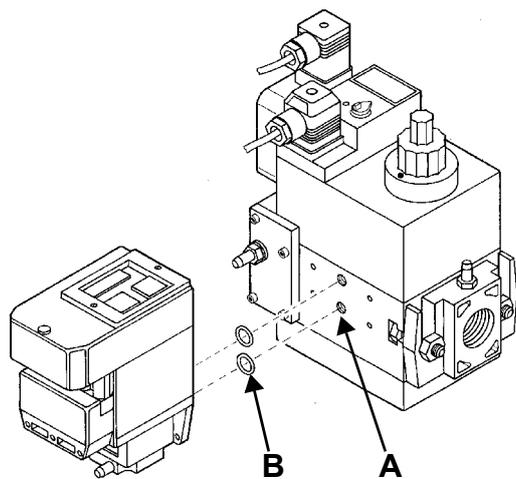
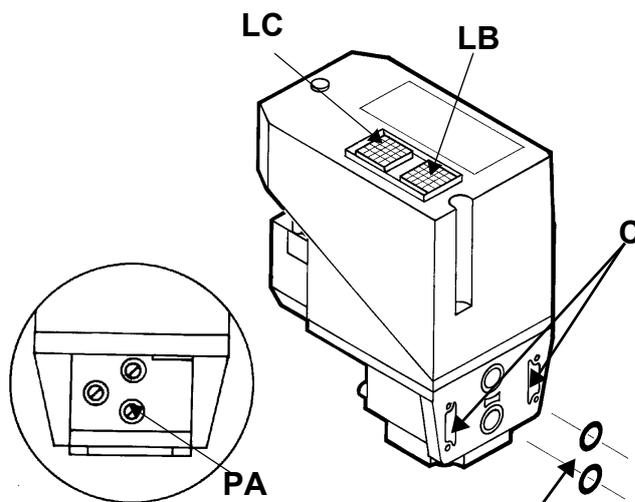

Fig. 46
Fig. 47
3 togliere le viti di chiusura del gruppo Multibloc (Fig. 46-A);
- 4 inserire gli anellini di tenuta (10,5 x 2,25) nel VPS 504 (Fig. 47-B, Fig. 46-B);
- 5 avvitare le 4 viti del controllo di tenuta (M4 x 16) Fig. 46-C.
Per effettuare la verifica di funzionamento, inserire un manometro in corrispondenza della presa di pressione **PA** (Fig. 47). Se il ciclo di prova ha esito positivo, dopo alcuni secondi si accende la lampada di consenso **LC** (gialla). In caso contrario si accende il pulsante luminoso **LB** di blocco (rossa). Per ripartire è necessario sbloccare l'apparecchiatura premendo il pulsante **LB**.